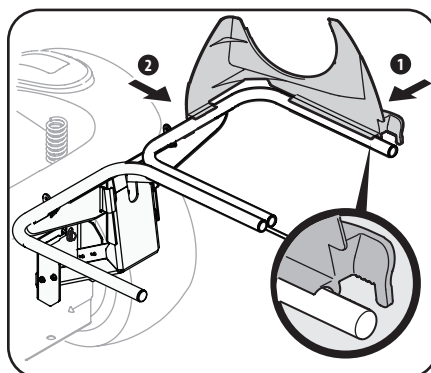

Figura 4-4
1. Calce a presión el soporte plástico del canal superior colocando primero la porción lateral sobre el riel de soporte de la embolsadora con el borde que calza a presión alineado con la línea roja, como se ve en 1 de la Figura 4-4.
2. Calce a presión el lado delantero del soporte del canal al riel, como se muestra en 2 de la Figura 4-4.